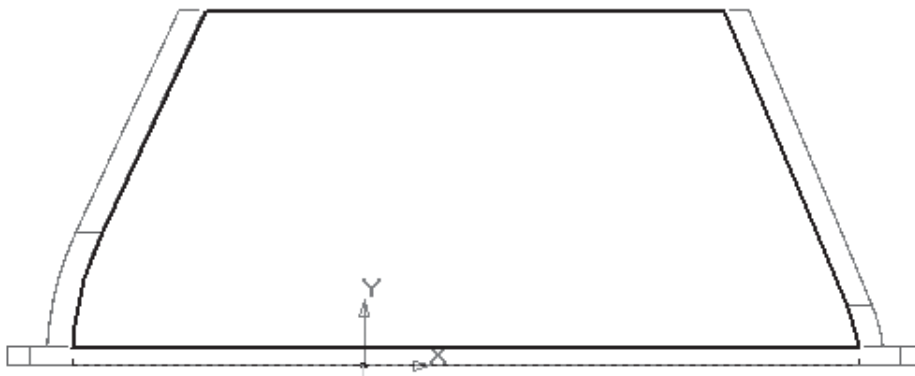

Рисунок 6.4 – Ескіз для витискування бічної стінки корпусу редуктора
8. Тепер можна перейти до побудови бічної стінки. Її можна виконати звичайним витискуванням на величину товщини стінок, просто заповнивши матеріалом деталі проміжок між задньою і передньою стінками корпусу. Ескіз операції витискування повинен повторювати контури країв вже побудованих стінок і фланця корпусу (рис. 6.4). Опорна площина ескіза - внутрішня торцева грань фланця (уздовж його довгої сторони).